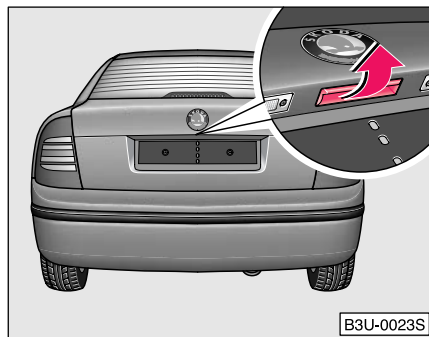

Fig. 26 Mâner capac portbagaj
- Apăsați mânerul ⇒ Fig. 26 și simultan ridicați de capacul portbagajului.